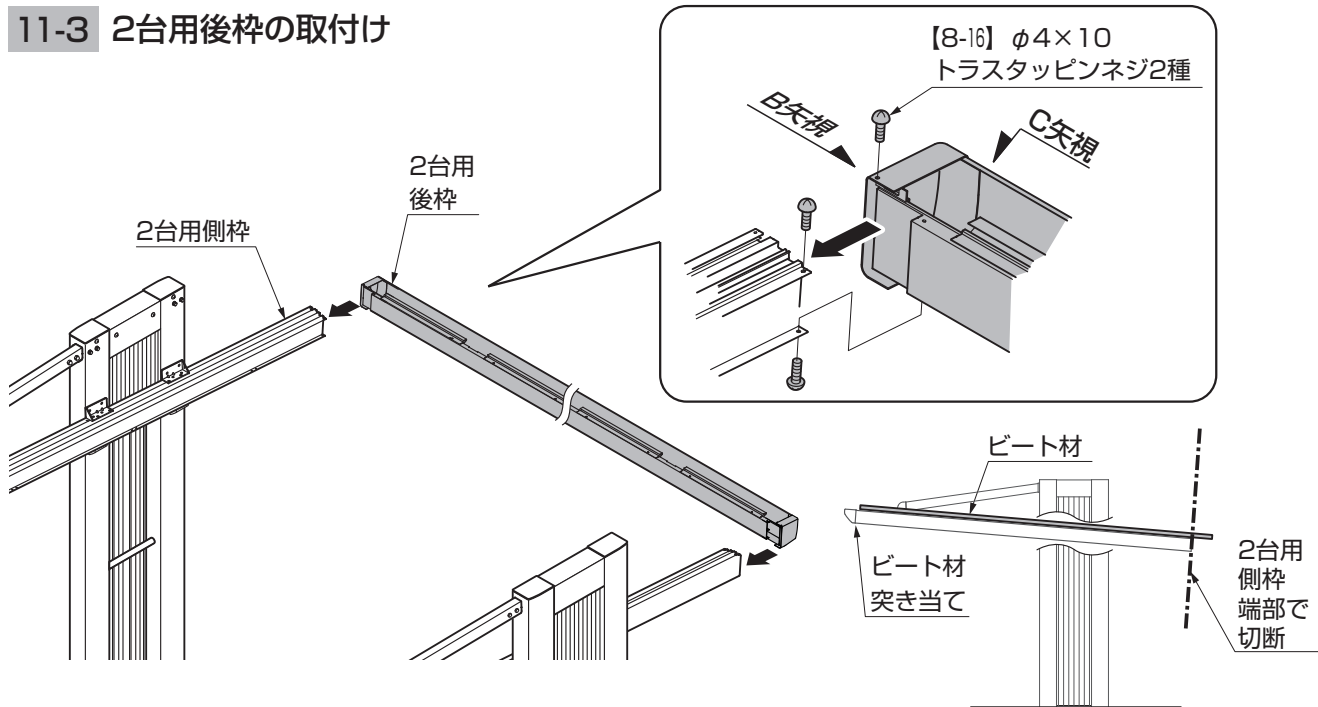

図11-1 ビート材切断方法
- ① 2台用側枠に付属するビート材が2台用前枠に確実に突き当たっていることを確認した上で、2台用後枠側の2台用側枠端部でビート材をカットして下さい。(図11-1参照)
- ② 2台用後枠を2台用側枠に【8-16】で取付けてください。
- ③ 2台用後枠コーナーキャップと2台用側枠の継ぎ目、2台用後枠とのジョイント部にシーリングしてください。